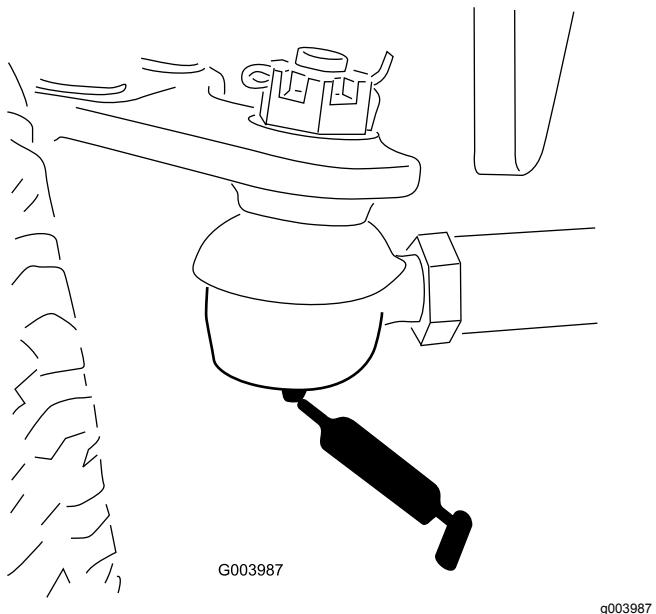

Bild 51
- Spurstange der Hinterachse (2) (Bild 51)